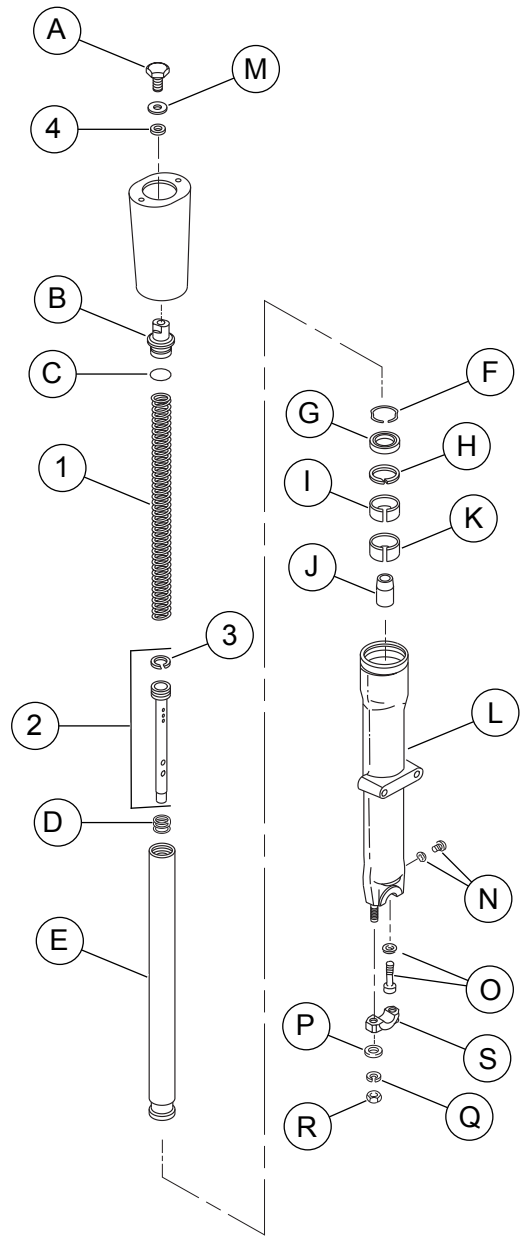

Figura 6. Piezas de servicio: kit para bajar la suspensión delantera Softail FL
Vea la Figura 6 y la Tabla 1.
1. Vea la Figura 6. Quite las tuercas (R), las arandelas de seguridad (Q), las arandelas planas (P) y la tapa del eje (S) de los espárragos en el extremo del tubo del deslizador de la horquilla.
Consulte los pasos del 3 al 17 en la Figura 6.
Consulte el siguiente procedimiento en la Figura 6.
- c. Vea la Figura 6. Deslice la presilla de retención (F) hacia abajo en el tubo de la horquilla hasta que haga contacto con el sello de aceite de la horquilla. Instale la presilla de retención en la ranura del deslizador de la horquilla. No extienda o estire la presilla de retención para instalar en el tubo de la horquilla o la presilla puede doblarse o deformarse.